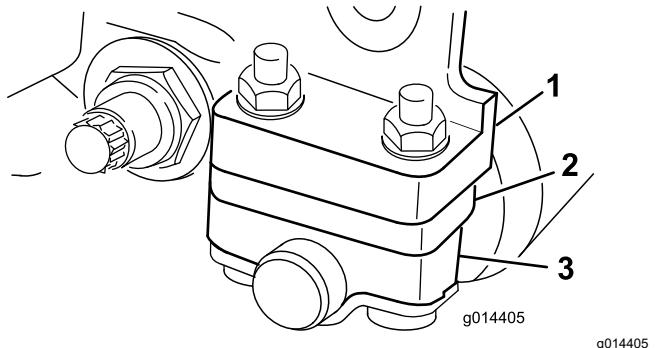

Figura 7
- Ajuste los soportes del rodillo trasero al intervalo de alturas de corte deseado colocando la cantidad necesaria de espaciadores debajo de la brida de montaje de la placa lateral (Figura 7), según lo indicado en las Tablas de selección de alturas de corte y contracuchillas (página 12).